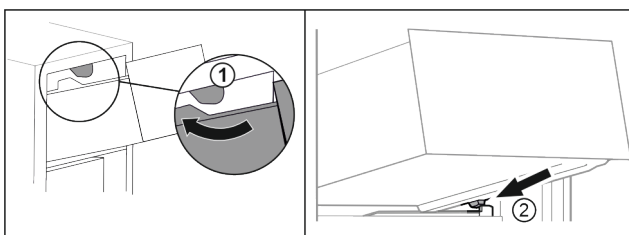

Fig. 112
- ▶ Обведите выдвижной ящик вокруг верхнего стопора. Fig. 112 (1)
- ▶ Наклоняя вниз, установите выдвижной ящик за нижние стопоры на контейнерное ребро. Fig. 112 (2)